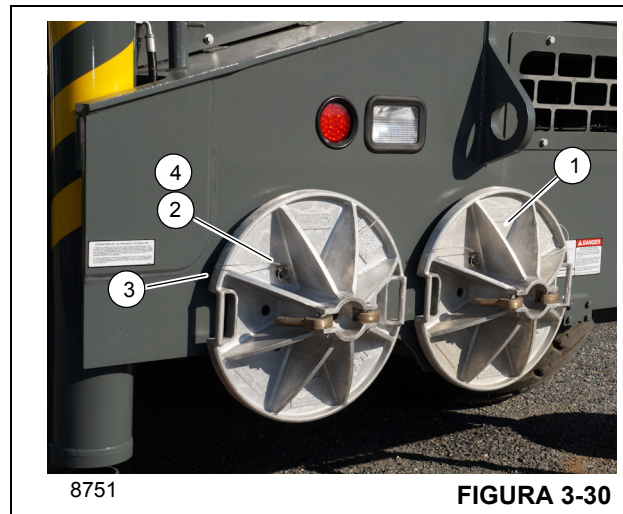

FIGURA 3-30
7. Almacene las bases de los estabilizadores (Figura 3-30).